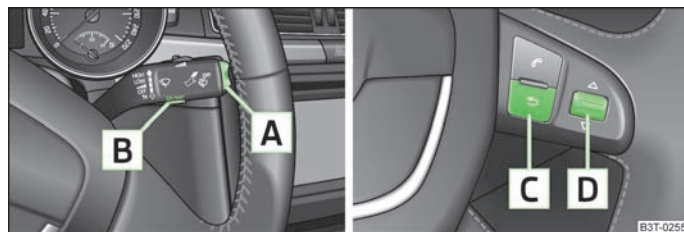

Fig. 8 Afișaj informativ: Elemente de comandă de la maneta de acționare a ștergătoarelor de parbriz / elemente de comandă de pe volanul multifuncțional
- ▶ Activați **Main menu** prin apăsarea tastei basculante **A** » fig. 8 pentru mai mult de 1 secundă.
- ▶ Activați **Main menu** prin apăsarea tastei basculante **C** » fig. 8 pentru mai mult de 1 secundă.